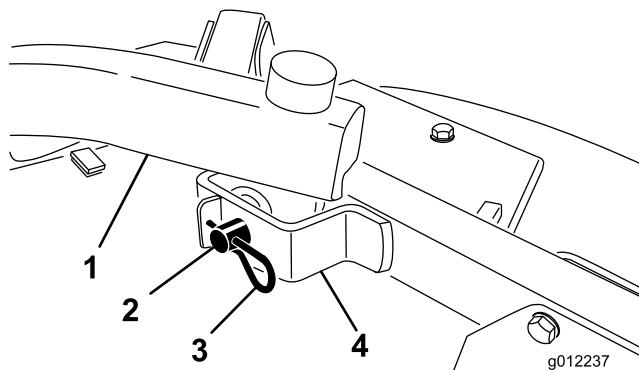

Figura 24
4. Rimuovete le coppie e i perni con testa che fissano i bracci di sollevamento alle staffe dei bracci delle ruote orientabili (Figura 24).